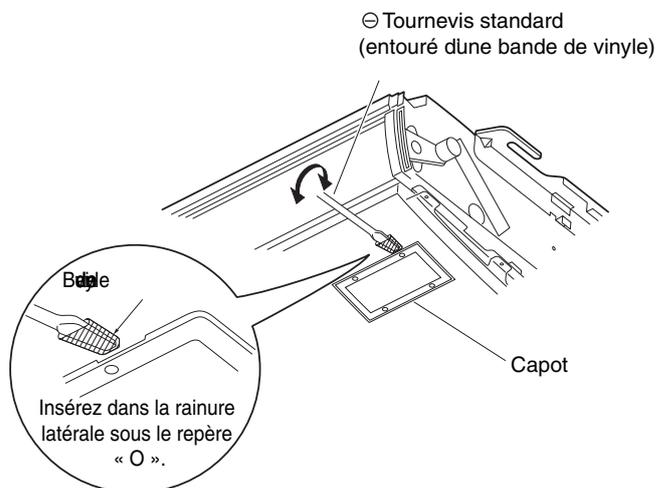
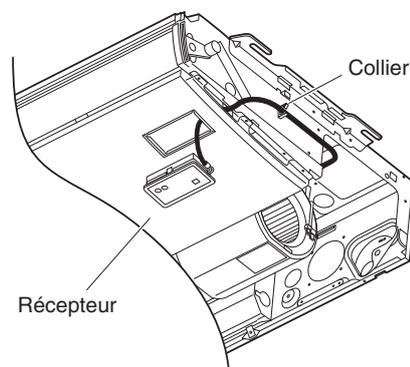
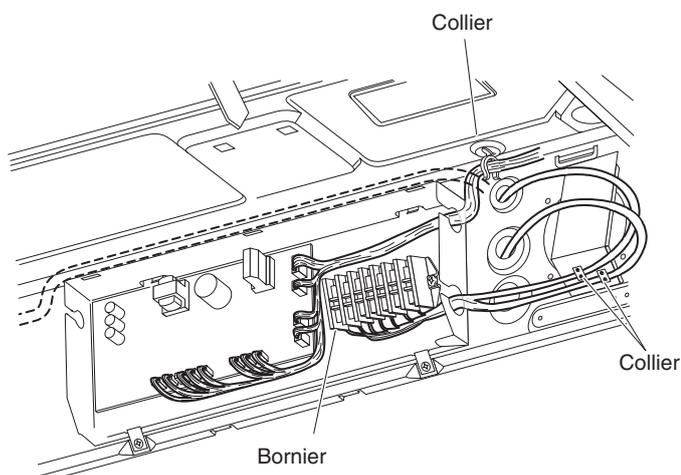

Fig. 11-8
Fig. 11-9
Fig. 11-10
- (2) Enveloppez l'extrémité de la lame d'un tournevis standard (plat) de ruban de vinyle. Ensuite, insérez la lame du tournevis dans la rainure, sur le côté du capot, sous le repère « O » et exercez un effet de levier sur le capot pour l'ouvrir. (Fig. 11-8) (Veillez à ne pas griffer le panneau.)
- (3) Passez le fil à travers le panneau, puis installez le récepteur dans l'orifice du panneau. (Les saillies du récepteur s'engagent dans les orifices du panneau pour fixer l'unité.)
- (4) Fixez le fil de sortie du récepteur à l'attache de retenue du câble du moteur du volet. (Fig. 11-9)
- (5) Réinstallez le panneau latéral.
- (6) Acheminez le fil depuis le récepteur le long du câble du moteur du volet et l'autre câble, puis fixez-les avec une attache. (Fig. 11-10)